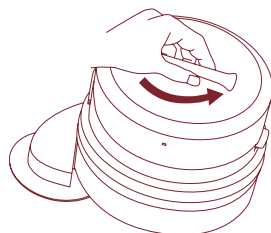

Figure 1
1. Débranchez l'appareil; posez-le sur une surface propre et sèche, sa partie arrière face à vous. Retirez le couvercle du réservoir à glaçons en le tournant en sens horaire pour le débloquer (figure 1).